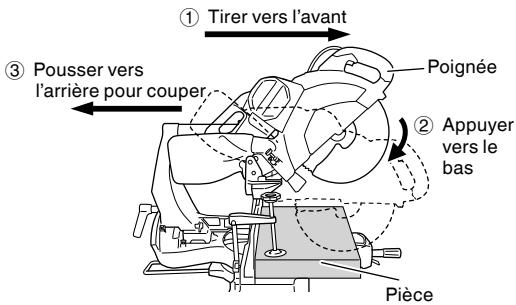

Fig. 28
Puis, appuyer sur la poignée et ramener la lame vers l'arrière pour couper la pièce comme indiqué à la Fig. 28. Cela facilitera la coupe des pièces d'une hauteur allant jusqu'à 4-3/16" (107 mm) et d'une largeur allant jusqu'à 12-1/4" (312 mm).
**AVERTISSEMENT:** \* Lors d'une coupe avec chariot, procéder comme indiqué à la Fig. 28.